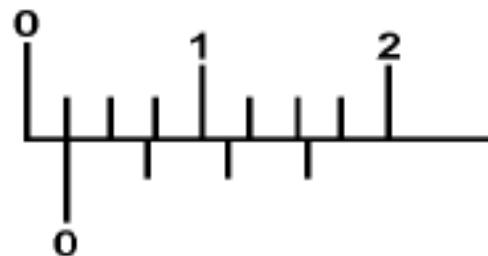
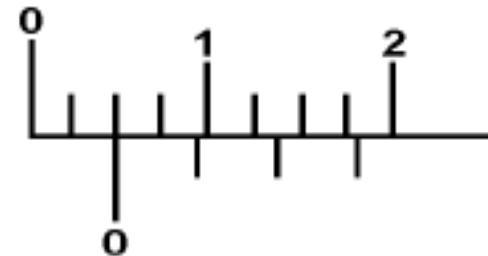
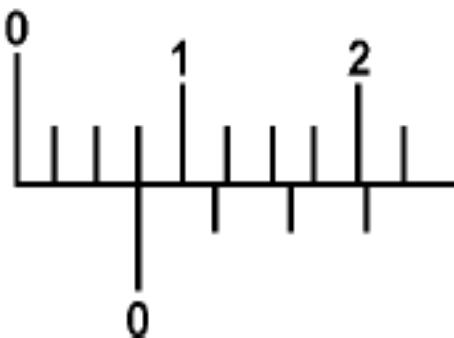

Fig.3
Fig.4
Fig.5
- Se deslocarmos o cursor do paquímetro até que o zero do nônio coincida com o primeiro traço da escala. a leitura será **0,025"** (fig.3), no segundo traço **0,050"** (fig. 4), no terceiro traço **0,075"** (fig.5), no décimo traço **0,250"** (fig. 6), e assim sucessivamente.